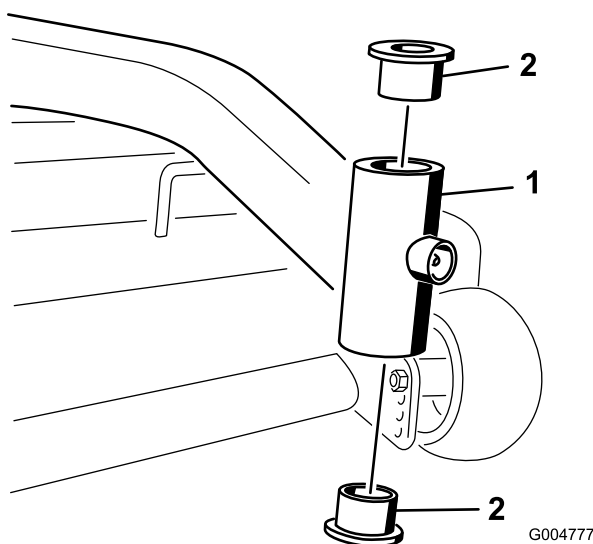

Figura 42
- Introduzca un punzón botador en el tubo de montaje y con sumo cuidado retire los casquillos (Figura 42). Limpie el interior del tubo de montaje.